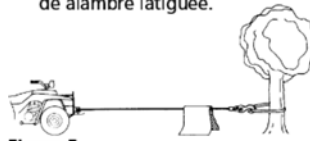

Figura 5
- Es una buena idea poner una frazada pesada o abrigo sobre el cable de alambre cerca del extremo del gancho al tirar de cargas pesadas (Figura 5). En el caso de que el cable de alambre falle, la tela actuará como atenuador para evitar que el cable de alambre latiguee.